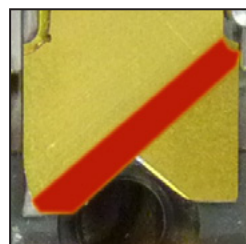

Ilustración 8.2 Posición de instalación del pelamangueras
- ▶ Quite los tornillos (1).
- ▶ Cambie el pelamangueras (2).
- ▶ Monte cada par de cuchillas de modo que los bordes biselados apunten hacia afuera (consulte la Ilustración 8.2).